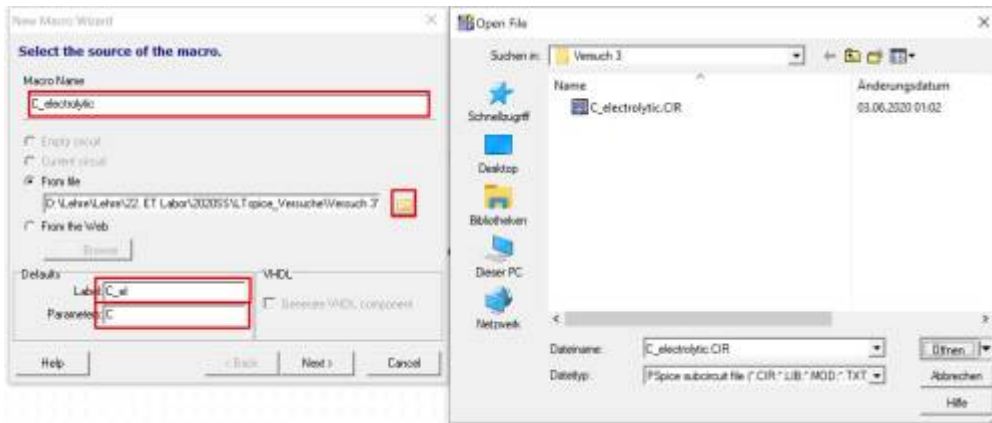

Fig. 3: Macro Wizard: Dateiauswahl
2. Im Macro Wizard - Dateiauswahl (figure 3)